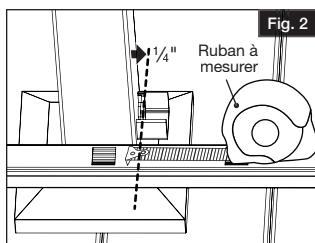

Fig. 2
- À partir de la marque, tracer une autre ligne parallèle à 1/4 po (6 mm) du premier trait afin de prévoir un espace de dégagement pour le support (Fig. 2).